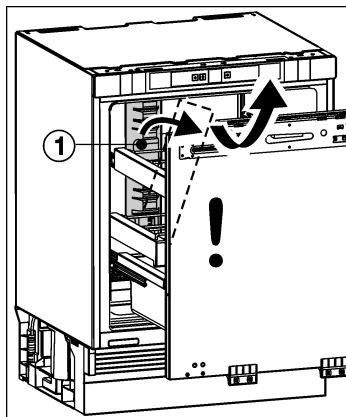

Fig. 3
- ▶ Gire lateralmente la pieza de protección para el transporte Fig. 3 (1) y extráigala hacia delante.